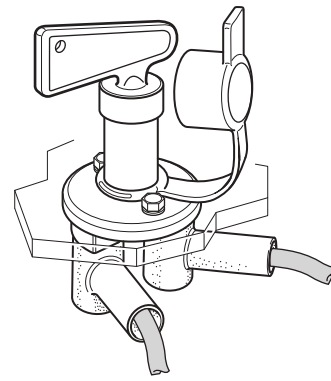

Fig. 48
- Faire glisser les capuchons de protection en caoutchouc sur les vis de connexion (Fig. 48).